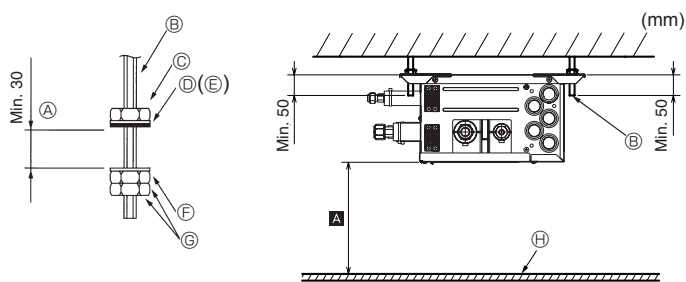

Fig. 6-1
- (2) Coloque as anilhas e as porcas (1, 2, adquirir localmente) nos parafusos de suspensão. (Fig. 6-1)
- (3) Pendure a unidade nos parafusos de suspensão.
- (4) Aperte completamente as porcas (verifique a distância do tecto).
- (5) Utilize um nivelador para colocar a caixa de derivação na horizontal.